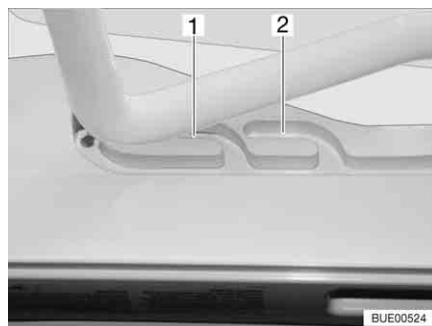
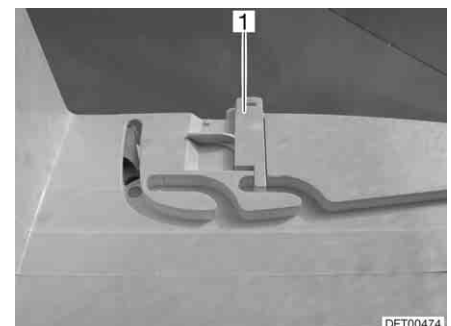

Fig. 118 Oblò Heki in posizione di ricircolo d'aria
Fig. 119 Bloccaggio della posizione di ricircolo d'aria
È possibile portare l'oblò Heki in due posizioni di ricircolo d'aria: Posizione brutto tempo (Fig. 118,1) e posizione centrale (Fig. 118,2). A seconda del modello, l'oblò può essere bloccato sulla posizione centrale del suo telaio con i due chiavistelli (Fig. 119,1) di sinistra e destra.
- Premere la staffa leggermente verso l'alto, spingerla nella guida selezionata (Fig. 118,1 o 2) ed eventualmente bloccarla.